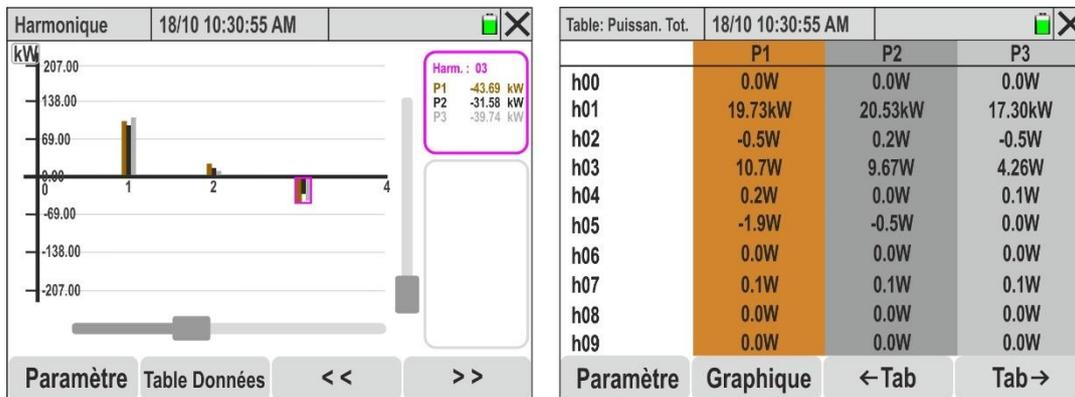

Fig. 59: Analyse harmoniques des puissances actives
21. Avec la sélection des 3 puissances actives, les histogrammes des grandeurs P1, P2 et P3 sont affichés à la Fig. 59 – partie gauche
23. Appuyer sur la touche « **Table Données** » pour passer à l'affichage numérique. La page illustrée à la Fig. 59 - partie droite est affichée à l'écran. Les paramètres « h_{xx} » indiquent l'amplitude de l'harmonique de puissance xx, pour chaque canal sélectionné